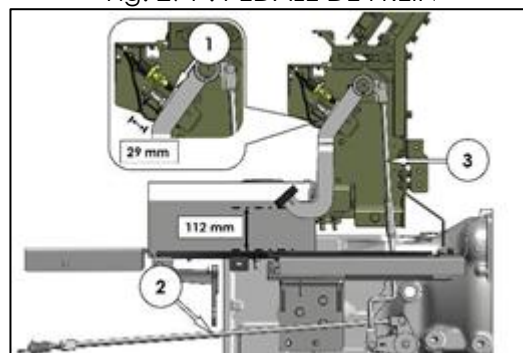

Fig. 292 : RÉGLAGE DE LA PÉDALE DE FREIN
2. Régler la vis butée de retour de pédale (élément 1 sur la figure 292) de façon à obtenir un dégagement de 29 mm en fin de course de retour de la pédale.
3. Monter la tige horizontale d'actionnement de frein (élément 2 sur la figure 292). Fixer une extrémité de cette tige sur le levier relais de frein (monté sur l'axe de commande de frein) à l'aide d'un axe à chape et d'une goupille fendue, puis l'autre extrémité sur le levier de frein du pont arrière, également à l'aide d'un axe à chape et d'une goupille fendue.